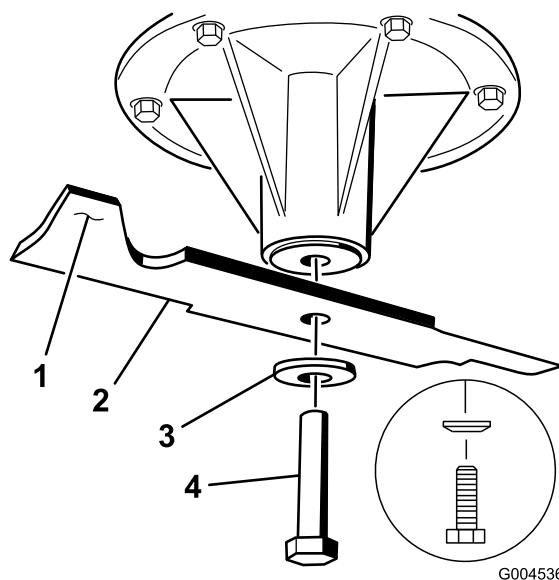

Figura 57
2. En las plataformas de cortacésped de 40 y 48 pulgadas, retire del eje el perno de la cuchilla, la arandela curva y la cuchilla (Figura 57).
1. Instale la cuchilla en el eje (Figura 57).
Importante: La vela de la cuchilla debe apuntar hacia arriba y hacia el interior del cortacésped para asegurar un corte correcto (Figura 57).
2. En las plataformas de cortacésped de 40 y 48 pulgadas, instale la cuchilla, la arandela curva y el perno de la cuchilla (Figura 57).
3. Si la cuchilla se mantiene horizontal, está equilibrada y puede utilizarse. Si la cuchilla no está equilibrada, rebaje algo el metal en la parte de la vela solamente (Figura 57).